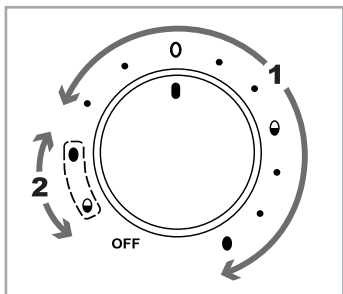

Fig. 1
- 1) Drej drejeknappen **10** til positionen, som svarer til, hvor hårdkogt, du ønsker ægget. Brug indstillingsområdet "1" (se fig. 1) med symbolerne og de tilhørende punkter foran:
Brug indstillingsområdet **"1"** med symbolerne og de tilhørende punkter foran, når du koger første gang. Brug indstillingsområdet **"2"** med de stiplede symboler (se fig. 1), når du koger anden gang.
2) Stil drejeknappen **10** på positionen, som svarer til den blødeste hårdhedsgrad for æggene (det er indstillingsområdet **"1"**, se fig. 1). Kontrollampen **9** lyser, og kogningen starter.
5) Sæt låget **3** på igen, og stil drejeknappen **10** på positionen for de stiplede symboler (indstillingsområde **"2"**, se fig. 1), som svarer til den ønskede hårdhedsgrad for æggene, som stadig er i produktet: